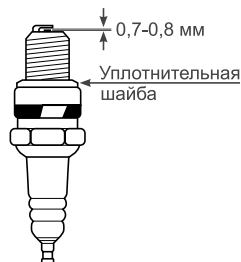

Рис. 25 Обслуживание свечи зажигания
4. Измерьте зазор между электродами свечи зажигания специальным щупом. Зазор должен быть 0,7-0,8 мм (Рис. 25). При увеличении, или уменьшении требуемого зазора, рекомендуется заменить свечу, так как регулировка зазора может привести к изменению качества искрообразования.